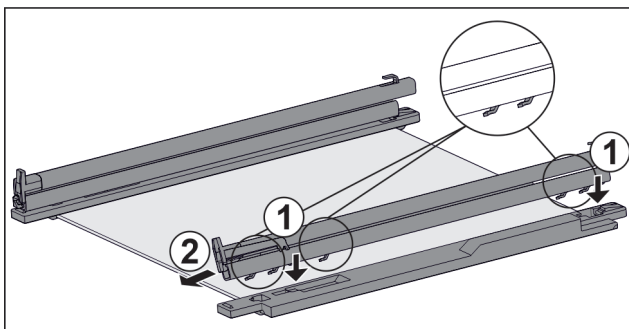

Fig. 130 Glasplaat met rails en vasthouddelen
- ▶ Haken van de rail op de openingen van het **linker** vasthouddeel plaatsen. Fig. 130 (1)
- ▶ Rail naar voren trekken. Fig. 130 (2)
- ▶ Haken van de rail op de openingen van het **rechter** vasthouddeel plaatsen. Fig. 130 (1)